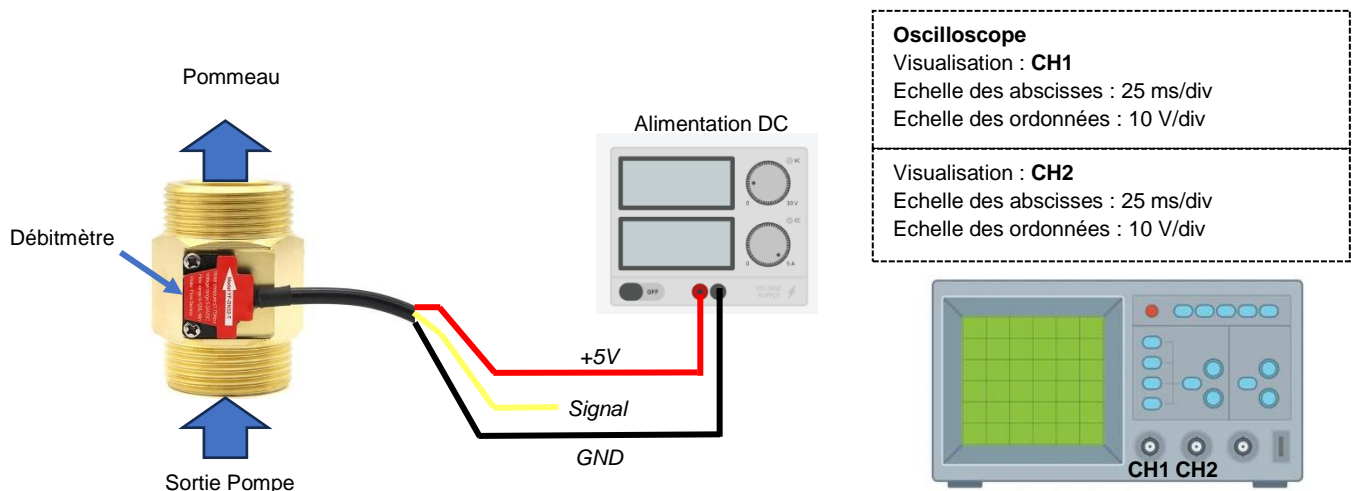

Figure 4 : schéma de câblage partiel de la mesure du signal du débitmètre sur CH1
- 1- Raccorder le débitmètre sur l'entrée CH1 de l'oscilloscope numérique (voir figure 4).